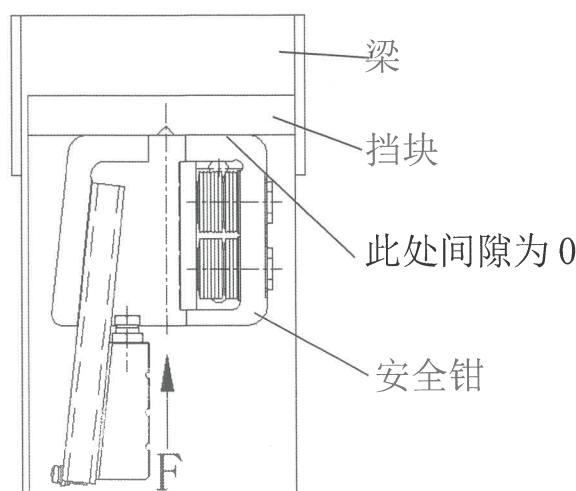

图 8
2.3.6. 用 $F \approx 50N$ 的力沿图示方向推动壳体，壳体与挡板的间隙应为 0(图 8)。